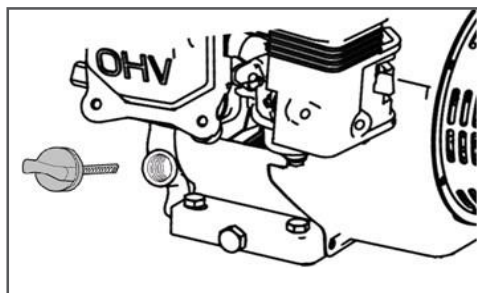

Рис.4 Крышка-щуп маслозаливной горловины
3. Выкрутите крышку-щуп маслозаливной горловины и извлеките щуп (Рис. 4).